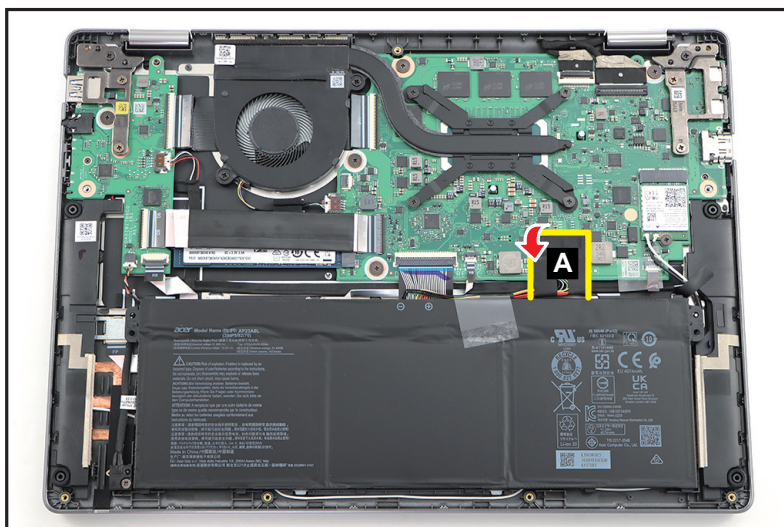

Figure 1-6. Retrait du batterie
1. Détachez le ruban (A) qui fixe le raccordement de la chaîne de la batterie (Figure 1-6).